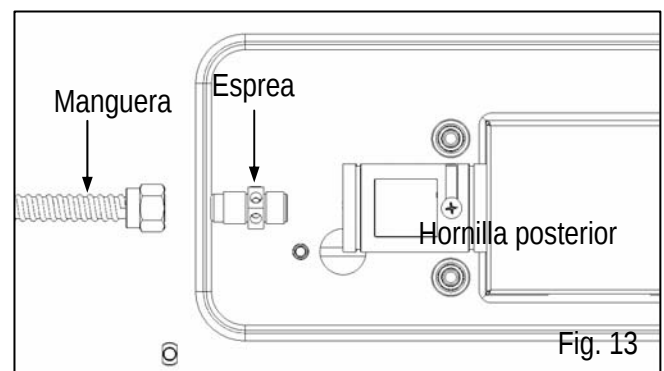

Fig. 13
2. Usar la llave para retirar la esprea de la hornilla posterior desde la hornilla posterior y la manguera. Colocarla otra vez con la esprea para gas natural y luego apretar. **Asegurarse que se utiliza la esprea correcta, marcada "1.44". (Fig. 13)**